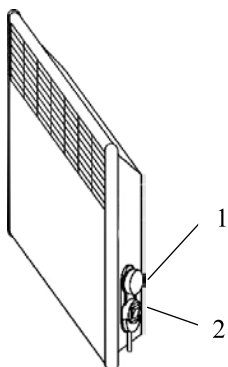

Рис. 6 Розміщення органів керування конвекторів IP20
4.8 Переведіть клавішу вимикача (клавіші ступінчастого регулятора потужності) у відключене положення «0», ручку термостата встановіть в положення «*» (сполучіть знак «*» на ручці з міткою на корпусі конвектора або блоку керування). Конвектор готовий до роботи (розташування органів керування конвектором наведено на рис. 6, 7).
Включати й експлуатувати конвектор дозволяється тільки в положенні, вказаному на рис.5, рис.6 (повітрязбірною решіткою вниз). При першому включенні конвектора можливий запах від випаровування консерваційних матеріалів. Рекомендується провітрити приміщення.